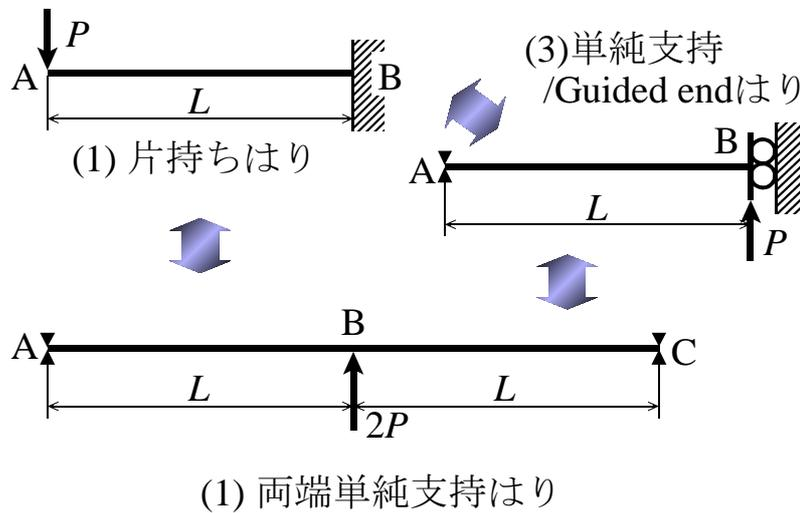

図 22: 片持ちはりと両端単純支持はり
センセ:なかなか鋭い質問ですなあ。片持ちはりや張出はりの場合は、ここで述べた方法をうまく使えばある程度解けます。たとえば、図 22 をみてください。この例で、片持ちはり (1) の点 A で荷重  $P$  が作用するはりのたわみ  $y_A = PL^3/(3EI)$  は点 A と C で単純支持された長さ  $2L$  のはり (2) の中央 (点 B) に荷重  $2P$  が作用する場合の点 B でのたわみの大きさに等しいのです。ちなみに、片持ちはりのたわみ曲線は点 A を原点として